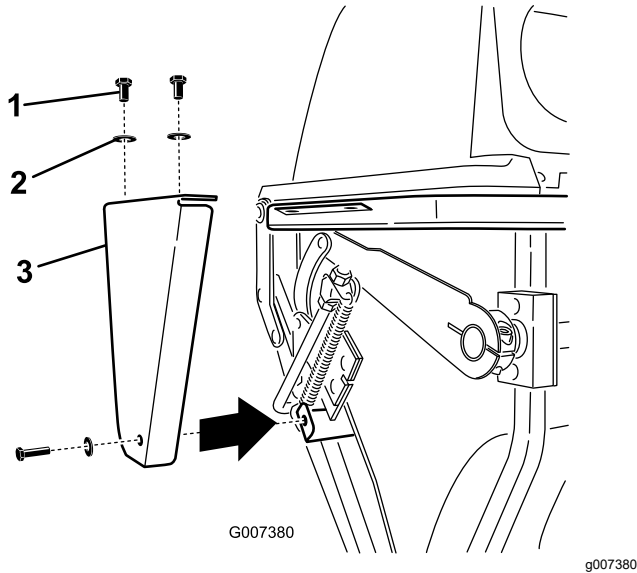

Bild 54
1. Nehmen Sie die Seitenplatten vom Heckfangsystem ab (Bild 54).